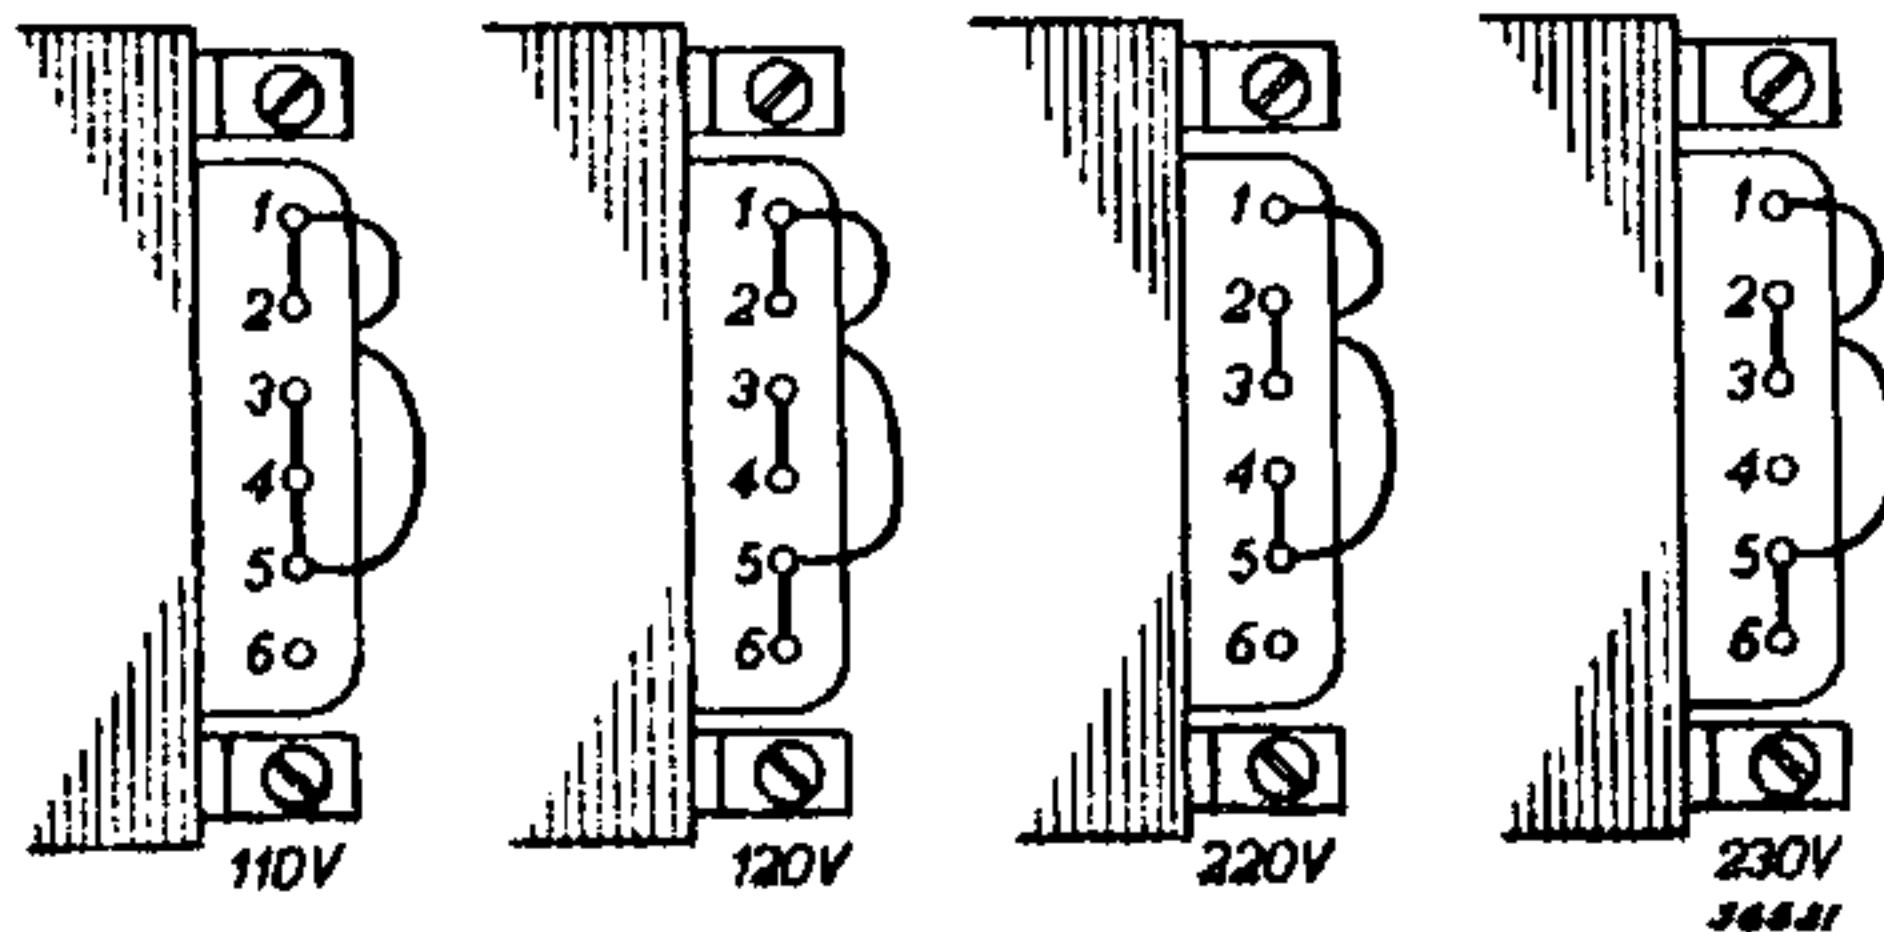

Fig. 2
A. Bij type 2864/00: Hierbij moeten de 6 soldeercontacten rechts op den nettransformator volgens fig. 2 voor een netspanning van 110, 120, 220 of 230 V worden geschakeld. De twee aansluitdraden moeten steeds met de soldeercontacten „1” en „5” in verbinding blijven.